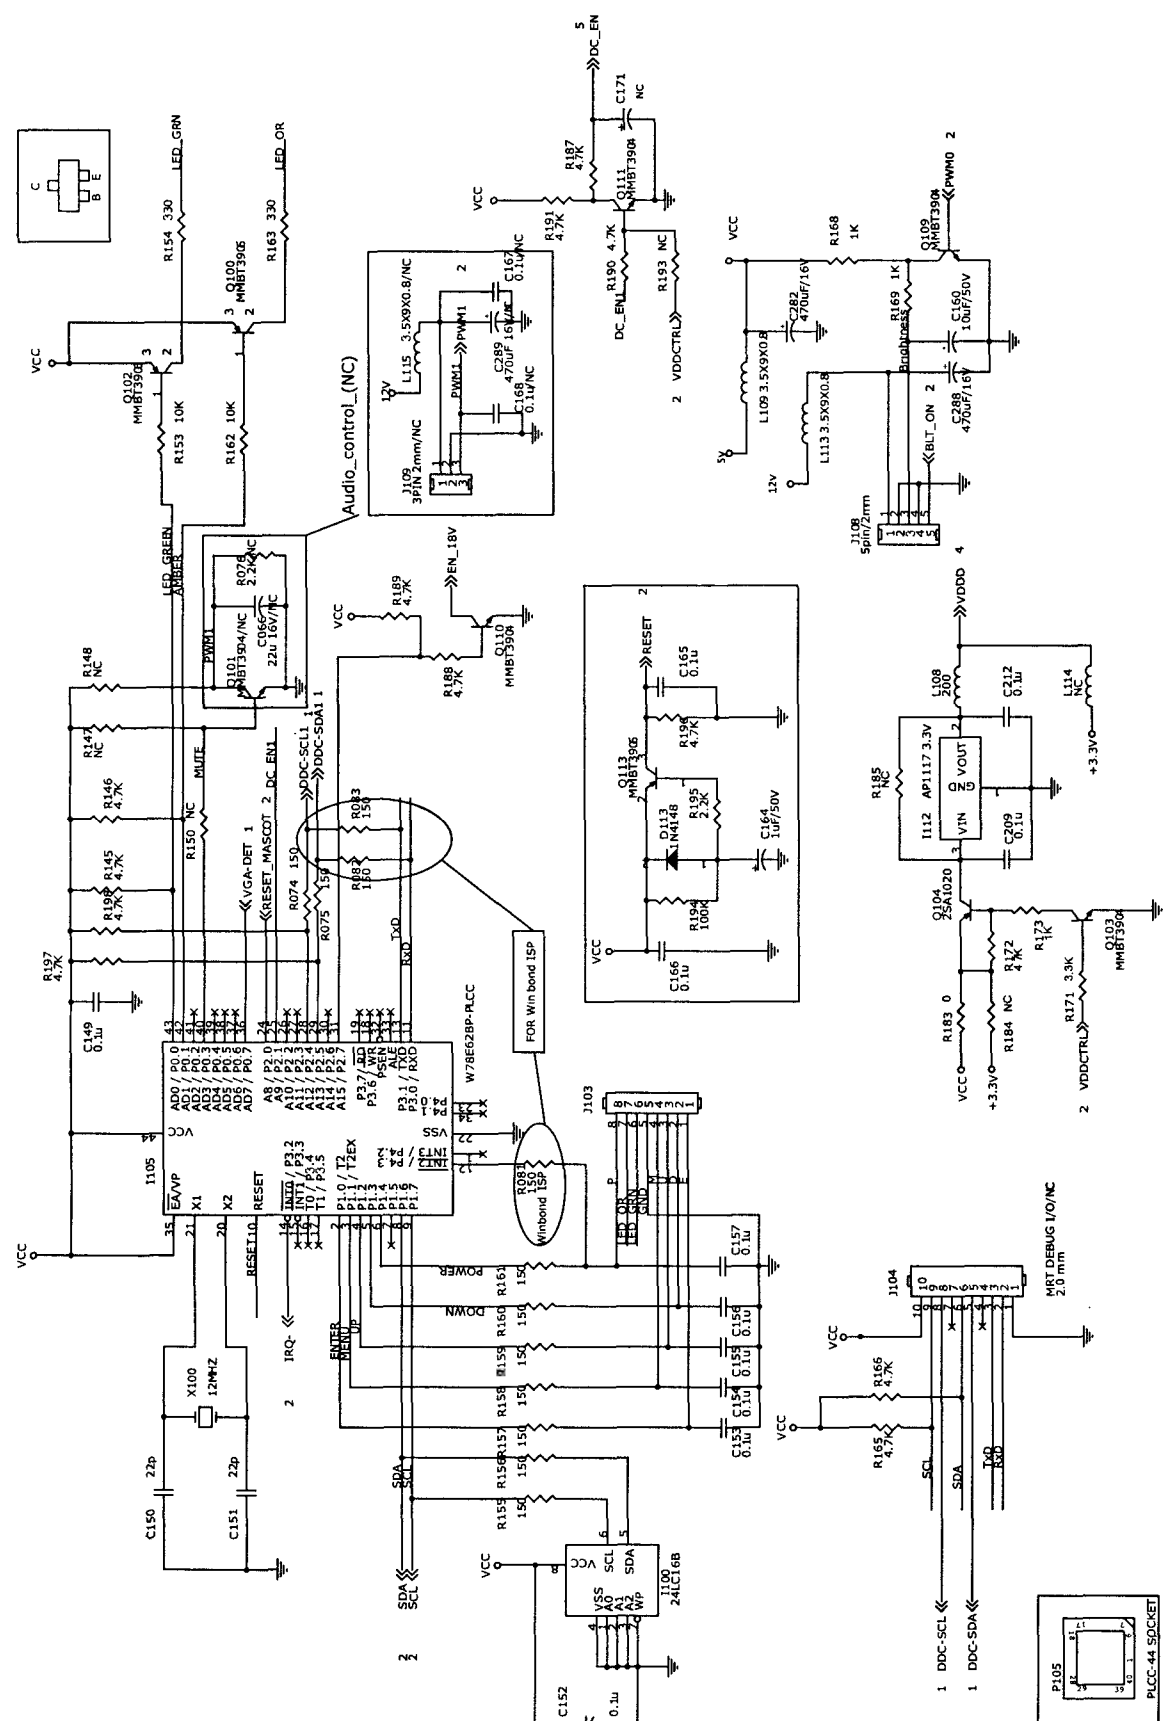

Рис. 11.8. Принципиальная электрическая схема. Микроконтроллер
- микроконтроллер (рис. 11.8);
Если светодиод сетевого индикатора мигает попеременно то оранжевым, то зеленым цветом, следует проверить исправность кварцевого резонатора X100 (12 МГц), подключенного к выв. 20 и 21 микросхемы I105 (рис. 11.8). Также следует убедиться в появлении сигнала начального сброса микроконтроллера при подаче питания (на выв. 10 I105). Если сигнал поступает, необходима замена микросхемы I105. При отсутствии этого сигнала проверяют элементы Q113 и D113.
(рис. 11.8). Далее следует проверить работу кварцевого резонатора X101 (12 МГц) внутреннего генератора LCD-контроллера I001, подключенного к выв. 73 и 74 микросхем.